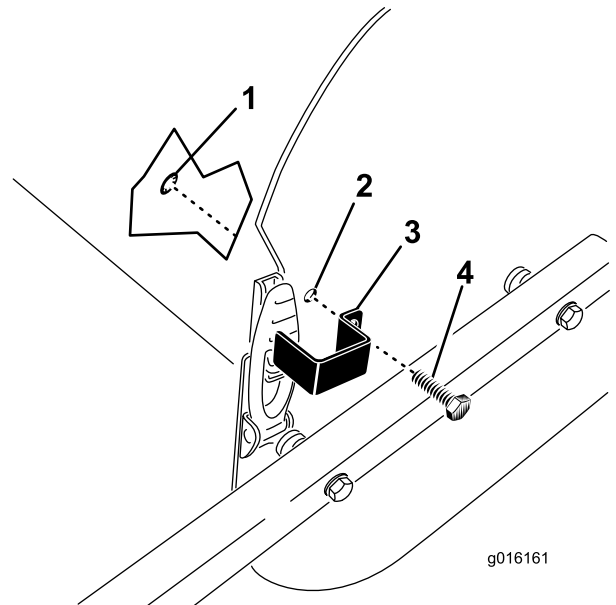

Bild 36
- Positionieren Sie die Halteplatte über den Motorhaubenriegel und fluchten Sie gleichzeitig das Befestigungsloch mit dem Loch in der Seitenplatte aus (Bild 36).
- Befestigen Sie die Halteplatte mit einer Gewindeschraube und einem Haltering an der Seitenplatte (Bild 36).